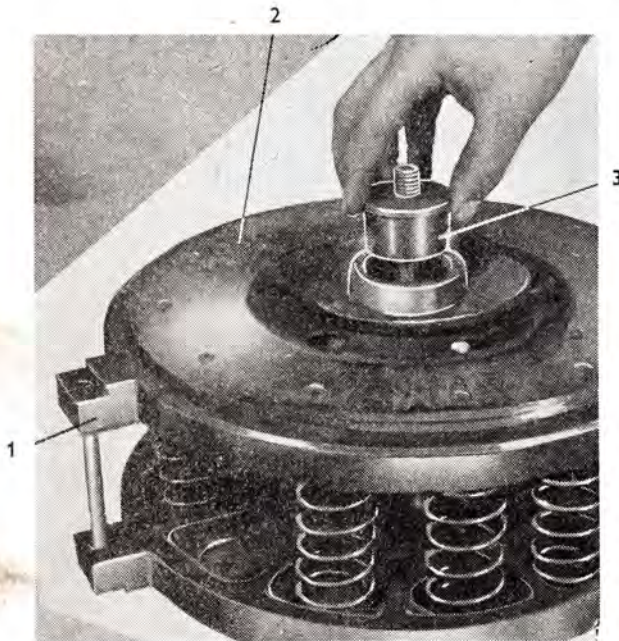

Abb. 55
- Die zweite Kupplungsdruckscheibe (Abb. 55/1) ist aufzusetzen. Auf diese ist die Hilfsantriebslamelle (Abb. 55/2) mit der längeren Nabenseite zum Motor gerichtet, aufzulegen. Auf den Hilfsgerätpolzen und in die Lamellenabe ist ein Zentriertring (Abb. 55/3) einzuschieben.